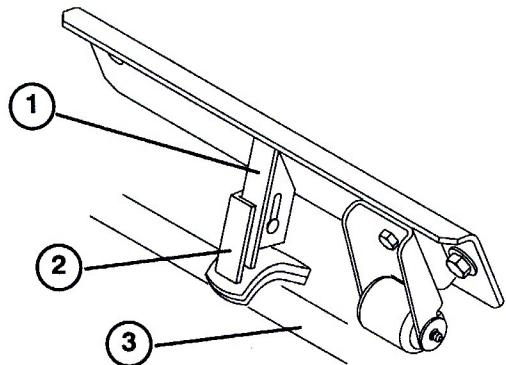

図13
- 前中央のユニットのスタビライザをサドルに固定しているキャリッジ・ボルトとナットをゆるめる（図13）。